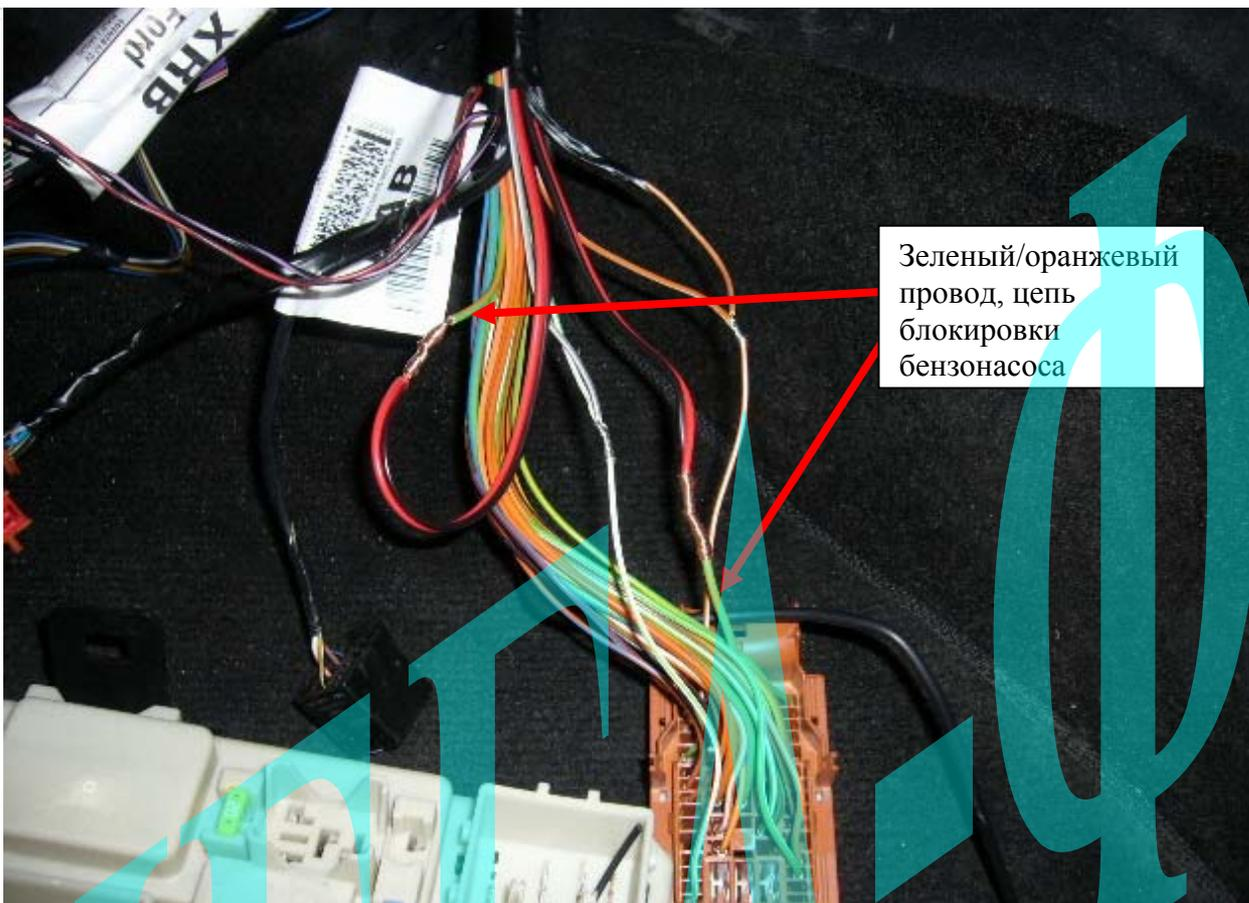

Рис. 6: Подключение цепи блокировки электробензонасоса.
В качестве блокировки можно использовать блокировку цепи электробензонасоса (зеленый/оранжевый провод в жгуте коричневого 46-контактного разъема монтажного блока) (См. рис. 6). Для этого применяем внешнее нормально-замкнутое НЗ реле блокировки идущее в комплекте системы Scher-Khan Magicar 5 (A). Данное НЗ реле контактами 30 и 87а устанавливаем в разрыв цепи бензонасоса. Управляющим минусом реле является синий провод разъема CN4 системы Scher-Khan Magicar 5 (A), этот провод подключаем к контакту 86 реле. Контакт 85 реле подключаем к проводу «+ зажигания». См. схему 3.